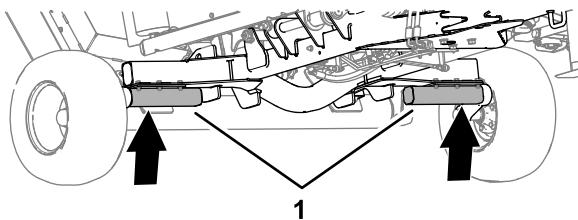

Figura 45
1. Eleve el cortacésped en las mitades de los ejes, tal y como se muestra en la Figura 45.